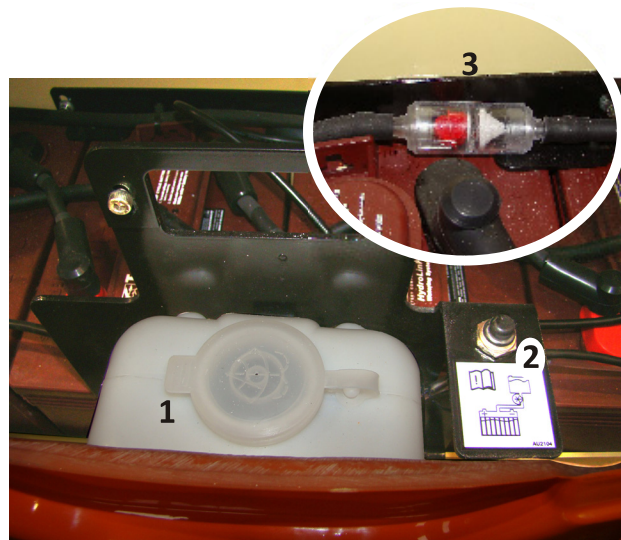

Figure 6-6. Remplissage des Batteries
- Déconnecter et nettoyer le **filtre (3)** (Voir Figure 6-6.) en inversant le sens du débit d'eau.